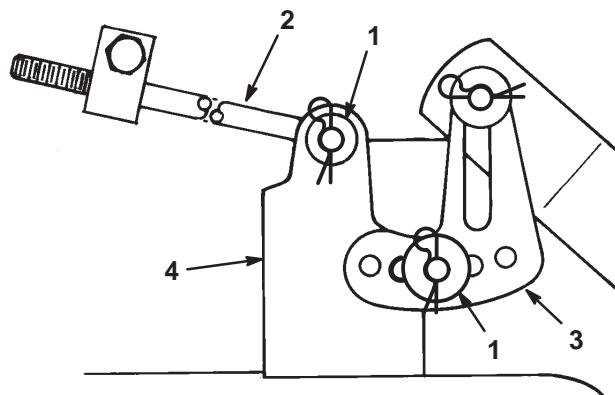

Bild 35
15. Entfernen Sie den Splint und die Scheibe von der Nivellierhalterung oben am Mähwerk (Bild 35).
17. Entfernen Sie den Splint und die Scheibe vom Ende der langen Stange (Bild 35). Schieben Sie die Stange aus der Mähwerkhalterung heraus. Wiederholen Sie diesen Schritt an der anderen Mähwerkseite.